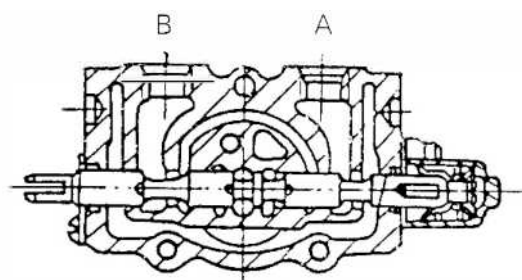

Рис. 9-3
(2) Продвижение золотникового клапана внутрь (рис. 9-3).